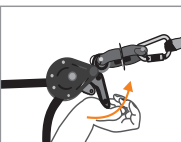

Fig. 5
Para desmontar la línea de vida, tire de la palanca de leva (4) (Fig. 5). Desenganche el conjunto y guárdelo en su bolsa de origen. No deje la línea de vida instalada tras una intervención, debe instalarse para un día de intervención como máximo.